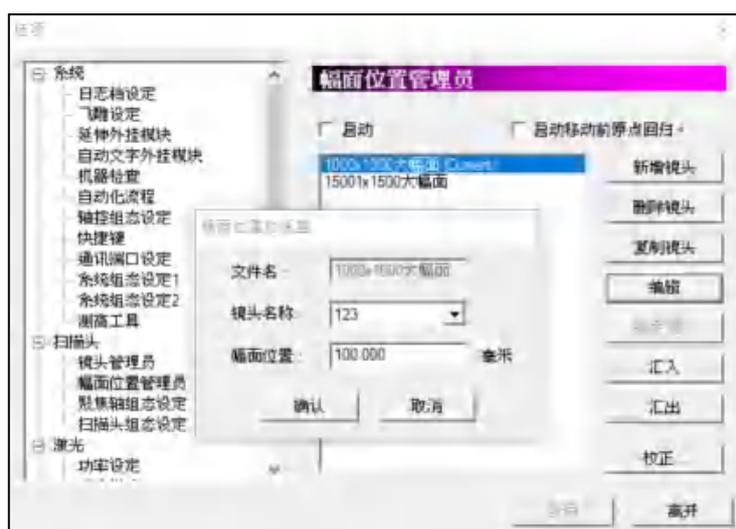

图 1.1.56
于校正值输入区内输入校正数据，各点的编号可参考图 1.1.56 中 3*3 的格点法示意，5
2. 于「幅面位置管理员」按「新增」，将出现「幅面位置对话框」，可设定指定幅面位置，搭配所需要的镜头档及文件名。如图 1.1.56。